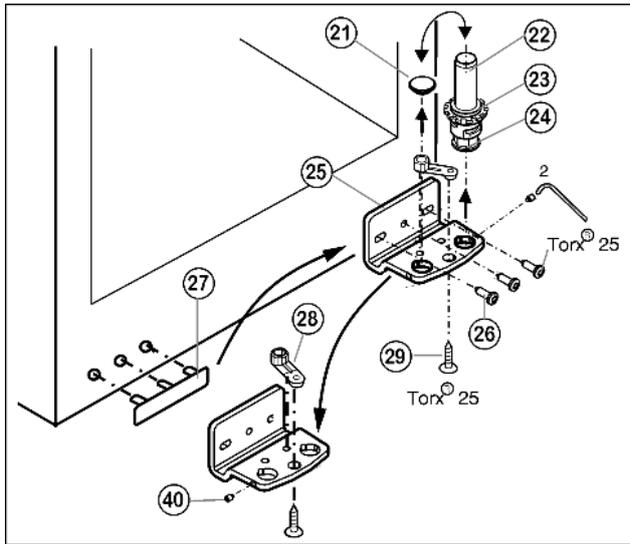

Fig. 6
- ▶ Отвинтите установочный винт Fig. 6 (40) приблизительно на один оборот прилагаемым торцевым ключом.
- ▶ Извлеките опорный винт Fig. 6 (22) в комплекте с шайбой Fig. 6 (23) и регулируемой опорой Fig. 6 (24), вывинчивая его вверх.
- ▶ Снимите пробку Fig. 6 (21).
- ▶ Открутите Fig. 6 (26) опорный кронштейн Fig. 6 (25).
- ▶ Полностью выкрутите установочный винт Fig. 6 (40) и вкрутите на противоположной стороне на нижнем опорном кронштейне, чтобы он был заподлицо с этим кронштейном.
- ▶ Открутите Fig. 6 (29) опорную деталь Fig. 6 (28) и, переставив в отверстие на противоположной стороне опорного кронштейна, снова прикрутите.
- ▶ Переставьте пробку Fig. 6 (21) в свободное отверстие.
- ▶ Осторожно снимите и переставьте на противоположную сторону крышку со стороны ручки Fig. 6 (27).
- ▶ Снова прикрутите опорный кронштейн Fig. 6 (25) на новой стороне шарнира (с моментом 4 Нм). При необходимости используйте аккумуляторный шурупверт.
- ▶ Вновь установите опорный винт Fig. 6 (22) в комплекте с шайбой и регулируемой опорой.
- ▶ Затяните установочный винт Fig. 6 (40).
- ▶ Установите дверцу сверху на нижний опорный палец Fig. 6 (22).
- ▶ При необходимости выровняйте дверцы через два продольных паза в нижнем опорном кронштейне Fig. 6 (25) параллельно корпусу устройства. Для этого выкрутите средний винт.